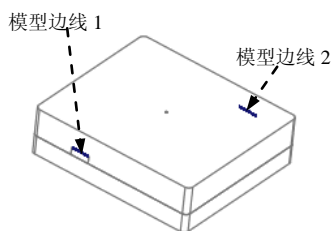

图 31.57 定义基准点参考
Step2. 创建参考点 APNT0 (图 31.57)。单击 **模型** 功能选项卡 **基准** ▾ 区域中的“创建基准点”按钮 ，系统弹出“基准点”对话框；在模型中选择图 31.57 所示的模型边线 1，然后在“基准点”对话框 **偏移** 后的文本框中输入值 0.5，在类型下拉列表中选择 **比率** 选项，单击 **确定** 按钮。